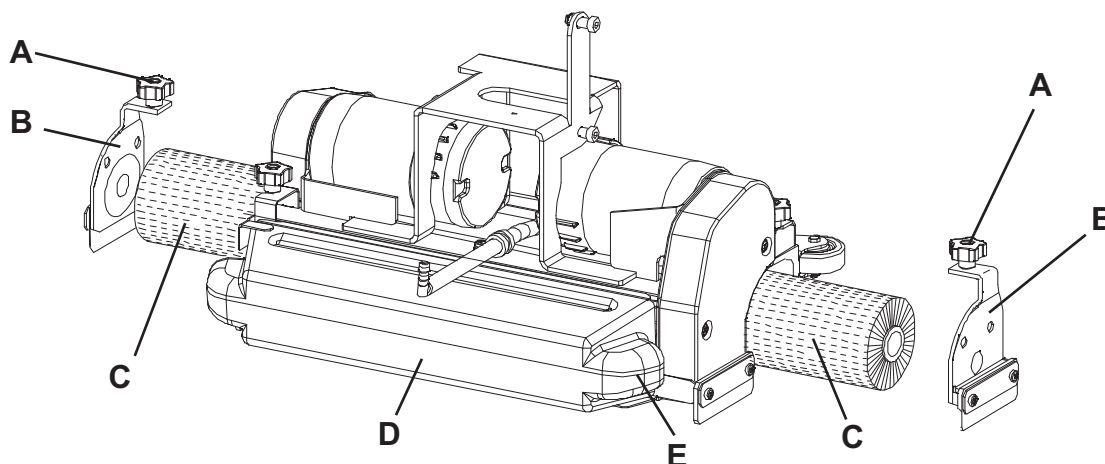

Рис. 3
1. Поверните ключ зажигания (80) в положение «0».
2. Поднимите платформу с цилиндрическими щетками, нажав на педаль (11).
3. Снимите маховики (А, Рис. 3) и крышки (В), толкая их вниз и нажимая на маховики.